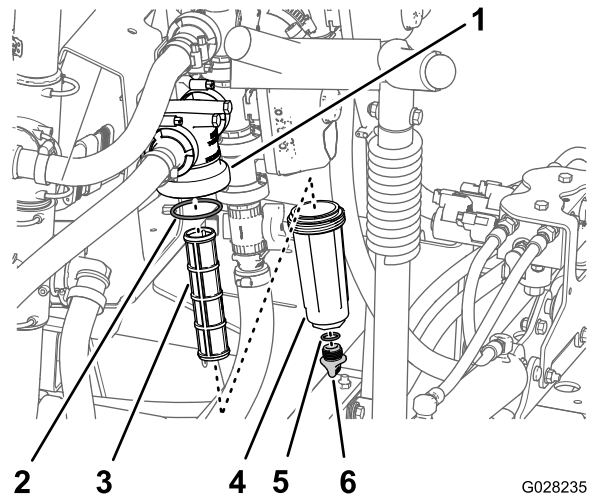

图 94
2. 在压力式滤清器下放置一个排放盘 图 94。
3. 逆时针旋转排油塞然后将其从压力式滤清器的油碗中取出图 94。
4. 逆时针旋转油碗然后将其从滤清器头中拿出图 94。
5. 拆下旧压力式滤清器的滤芯图 94。
6. 检查排油塞的 O 形圈在油碗内侧和油碗的 O 形圈在滤清器头内侧是否有磨损和损坏图 94。
7. 将新的压力式滤清器滤芯安装到滤清器头中图 94。
8. 手动将油碗紧紧地安装到滤清器头上图 94。
9. 手动将排油塞插入油碗并紧紧固定图 94。